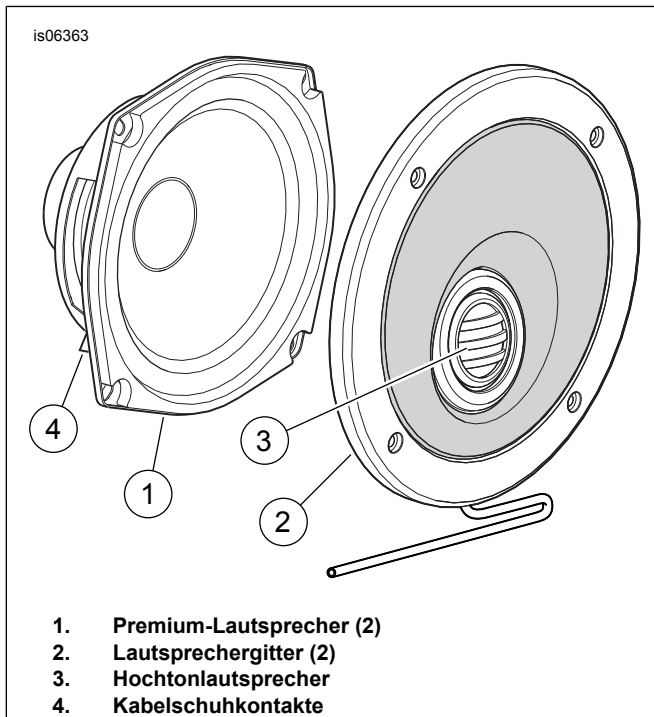

Abbildung 3. Komponenten des Boom! Audio Hecklautsprechersatzes
1. Siehe Abbildung 3. Ein Lautsprechergitter (2) wie abgebildet gegen die Fläche eines Lautsprechers (1) ansetzen; die Kabelschuhkontakte des Lautsprechers (4) müssen nach **unten** zeigen und der Hochtonlautsprecher (3) unten am Gitter platziert sein. Die Kabel des Hochtonlautsprechers nach unten und zwischen Grill und Lautsprecher heraus verlegen.